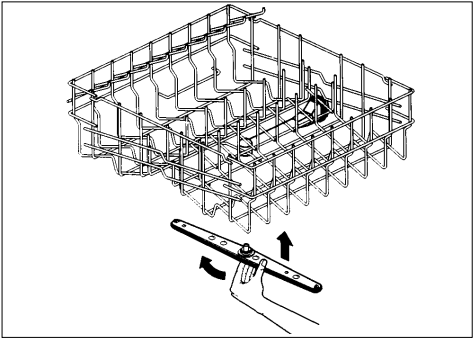

fig. 10
- Enlevez l'arroseur du haut en le tournant et en le tirant vers le bas (fig. 10).